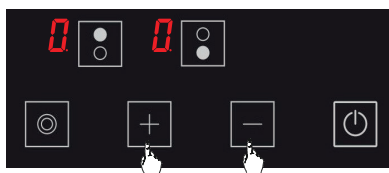

Figure 12
2. À l'aide des touches  et , portez la température sur toutes les plaques de cuisson à . (voir Fig. 12) La cuisinière s'éteindra d'elle même après 20 secondes